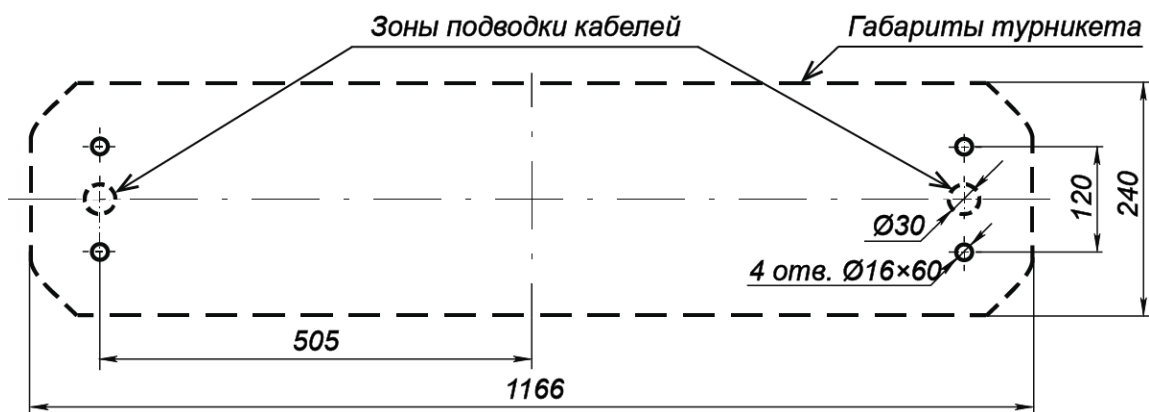

Рисунок 14. Схема разметки для установки стойки турникета¹
3. Подготовьте в полу отверстия под гильзы анкеров для крепления стойки турникета согласно рис. 14.